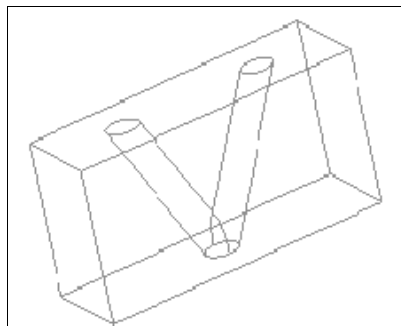

Рис. 18.5. Модель 6
- ◆ на Панели свойств нажмите кнопку **Создать объект**, и система вырежет отверстие перпендикулярно заданной плоскости. У вас должно получиться, как на рис. 18.5. Сохраните в модели данное построение.
На этой же модели постройте плоскость через ребро и вершину, вызовите команду **Вырезать выдавливанием** и с ее помощью создайте в модели отверстие. У вас должно получиться, как на рис. 18.5. Сохраните модель под именем Модель 6.